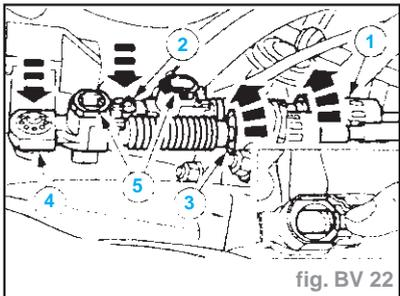

fig. BV 22
- Poser les câbles de passage et de sélection sur la boîte de vitesses et les régler : (fig. BV 22)